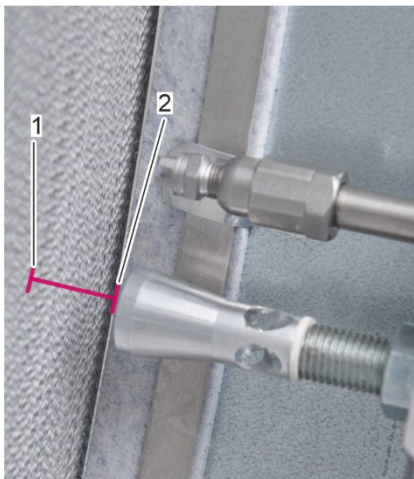

Abbildung 43: Abstand zwischen Druckluftdüse und Rotoroberfläche
8. Den Abstand zwischen der Druckluftdüse (Abbildung 43/2) und der Rotorfläche (Abbildung 43/1) messen.